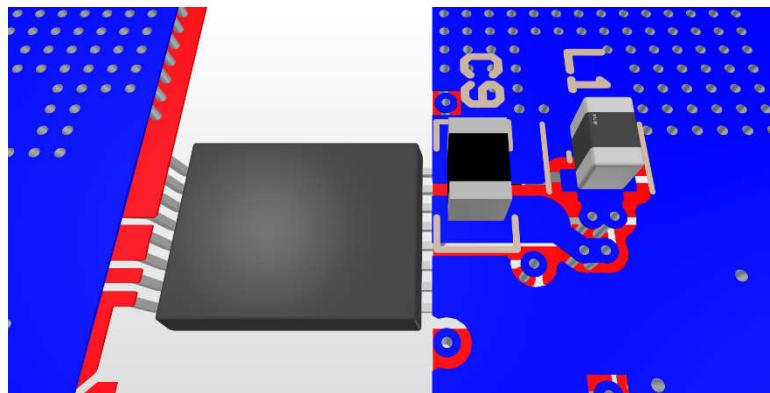

图 8-9. 底面、降压/升压、VEE LC 放置和布线
- 将 2.2 μ F 高频率旁路电容器 (C9) 尽可能靠近 VEE 和 COM 引脚放置。3MHz 至 4MHz 范围内的自谐振频率非常适合为选择 3.3uH 电感器 (L1) 的降压/升压转换器的开关频率噪声提供低阻抗去耦。可以将电容器放置在 PCB 的另一侧并使用过孔进行连接，以减少电容器与 VEE 降压/升压转换器内部低侧 MOSFET 之间的开关环路。此外，将电容器放置在另一侧也会简化 VDD 引脚和 COM 引脚之间去耦电容器的放置。C9 和 L1 放置在 PCB 底部的示例如 图 8-9 所示。